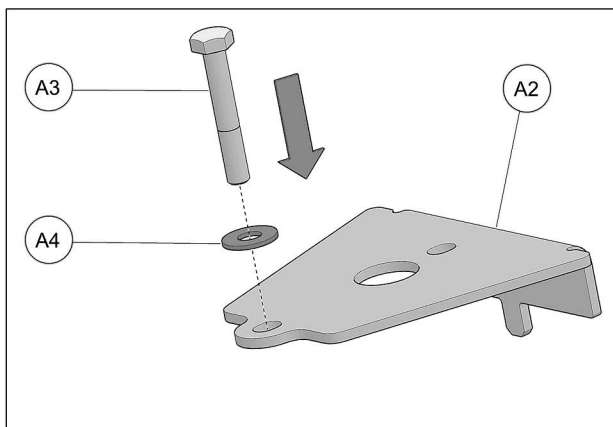

Fig. 21
10. Insérer le boulon (A3) & la rondelle (A4) dans le trou à l'avant de la plaque supérieure (A2) de l'ancrage. Voir la Fig. 21